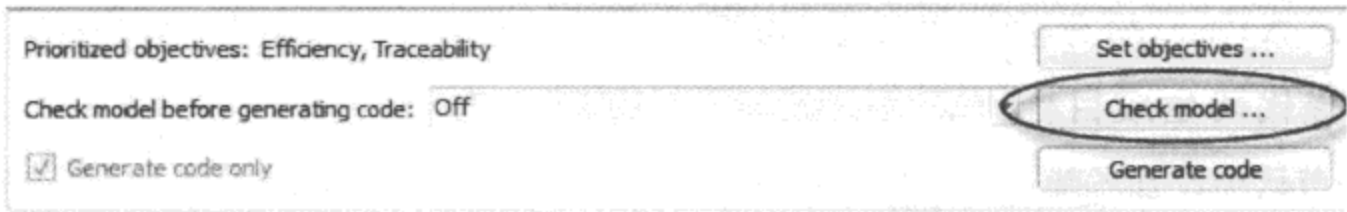

图 9.9.9 Code Generation Advisor 检查
- (1) 本例选中代码目标为 Execution efficiency、ROM efficiency、RAM efficiency 与 Traceability；
- (2) 单击 Check model... 按钮，如图 9.9.9 所示。